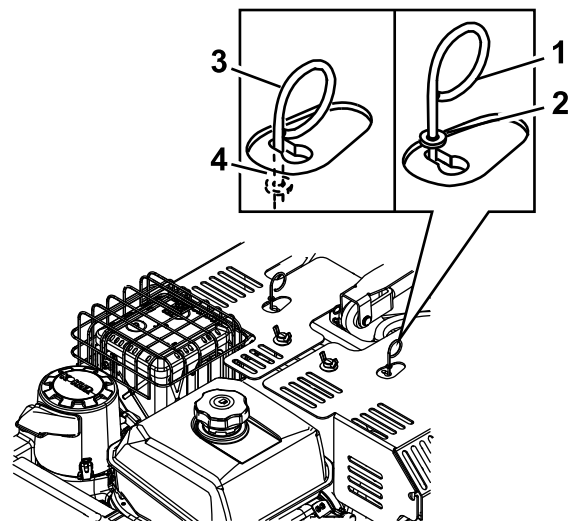

Figura 28
2. Mueva la palanca a la parte más ancha de la ranura (Figura 28).
3. Empuje la palanca hacia abajo hasta que la arandela esté por dentro del bastidor (Figura 28).
4. Mueva la palanca a la parte estrecha de la ranura, y suelte la palanca (Figura 28).
2. Mueva la palanca de la válvula de alivio a la parte más ancha de la ranura (Figura 28).
3. Tire de la palanca hacia arriba hasta que la arandela esté por fuera del bastidor (Figura 28).
4. Mueva la palanca de la válvula de alivio de nuevo a la parte estrecha de la ranura, y suelte la palanca (Figura 28).